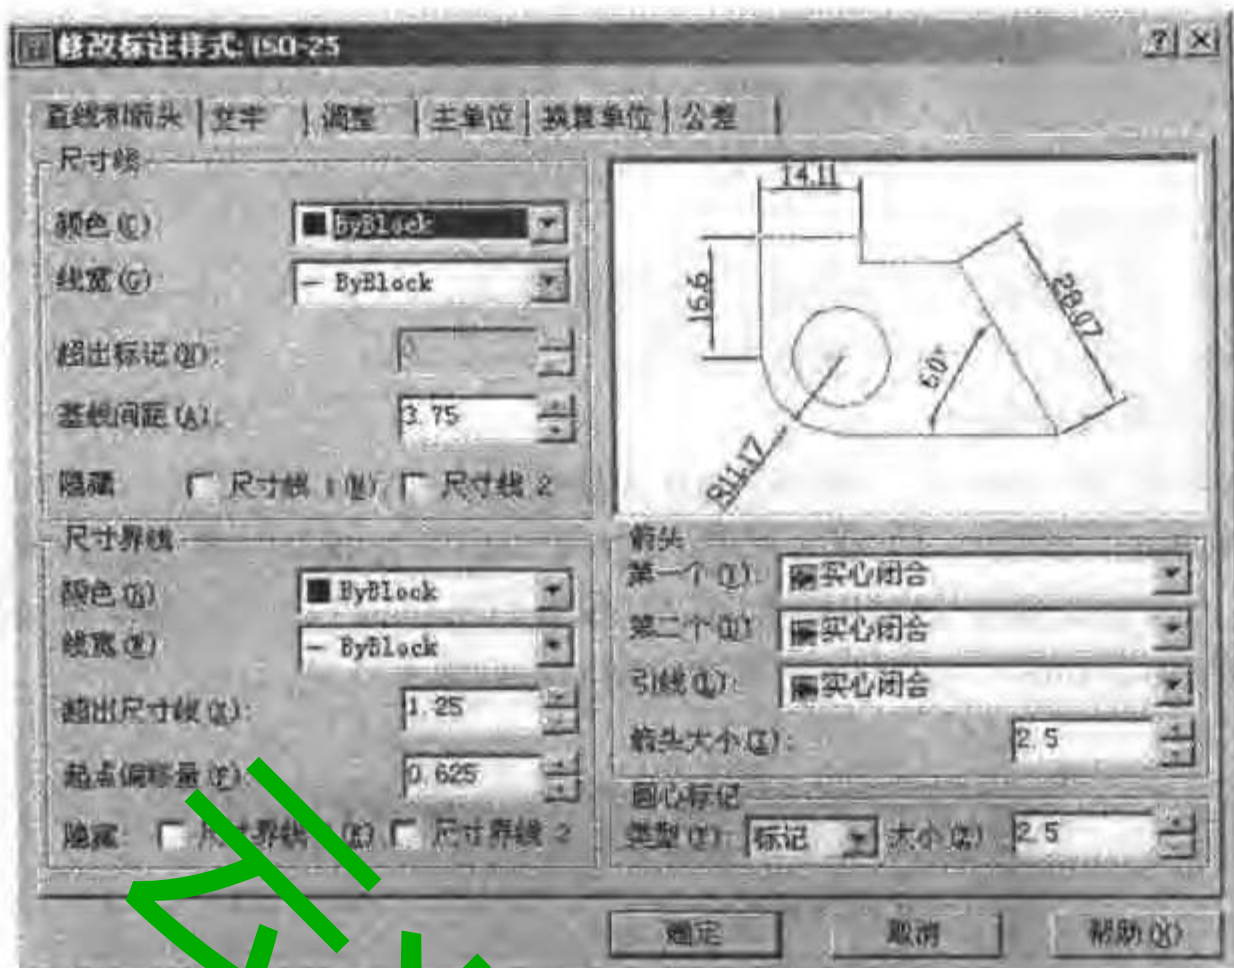

图 2-31 尺寸标注样式修改对话框
(3)修改(Modify):修改设置尺寸标注的样式。单击“修改(Modify)”,弹出尺寸标注样式修改对话框(Modify Dimension Style)如图 2-31 所示,可进行尺寸标注样式的修改。